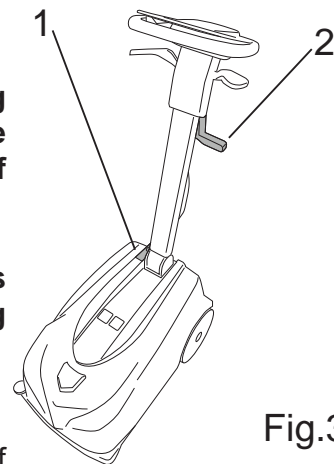

Fig.3
- Sluk maskinen på hovedafbryderen (Fig.3-Ref.1).
- Løft svaberen ved hjælp af løftestangen (Fig.3-Ref.2).